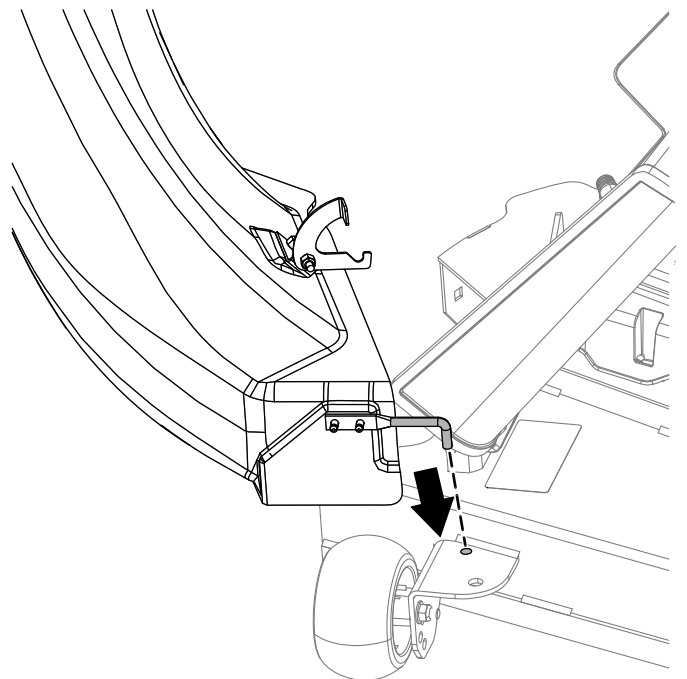

Figura 16
1. Inclinate il camino di scarico e montate il perno nel foro sul piatto di taglio, come illustrato nella Figura 16.